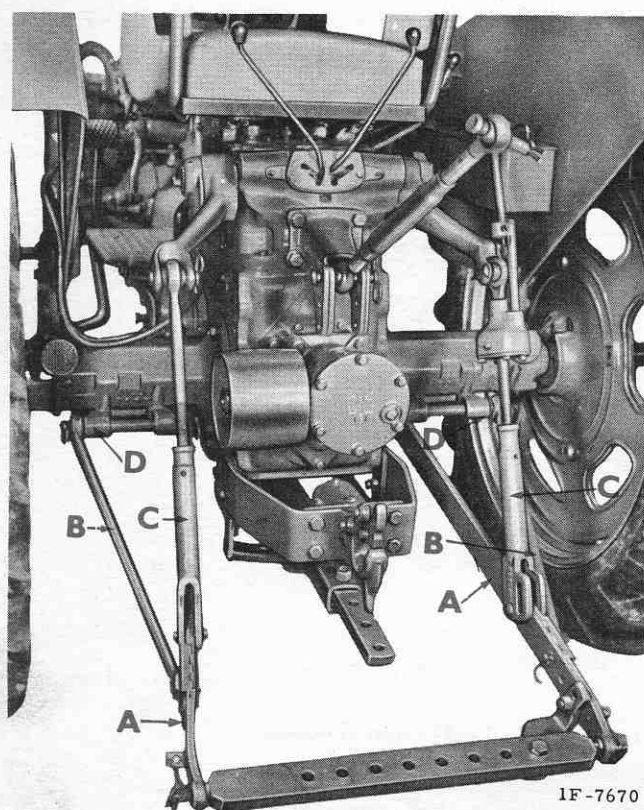

Fig. 56. — Attelage 3 points assemblé sur le tracteur
L'attelage 3-points permet l'adaptation rapide et aisée de tous les instruments portés tels que : charrues, bineuses, cultivateurs, déchaumeuses. Son mode de fixation, rendant entièrement libre le bâti arrière, permet le montage d'une barre d'attelage oscillante, d'un crochet de remorquage, d'une poulie de battage et d'une barre d'attelage spéciale pour attelage 3-points (fig. 56).
- Assemblez tout d'abord le tirant inférieur "A", la barre de rigidité "B" et la tringle de relevage "C". Ainsi assemblées, placez ces pièces sous le tracteur et commencez par fixer la tringle de relevage "C" au bras de relevage, puis vissez le support "D" sous la trompette en prenant soin de bien serrer les quatre boulons (fig. 56).